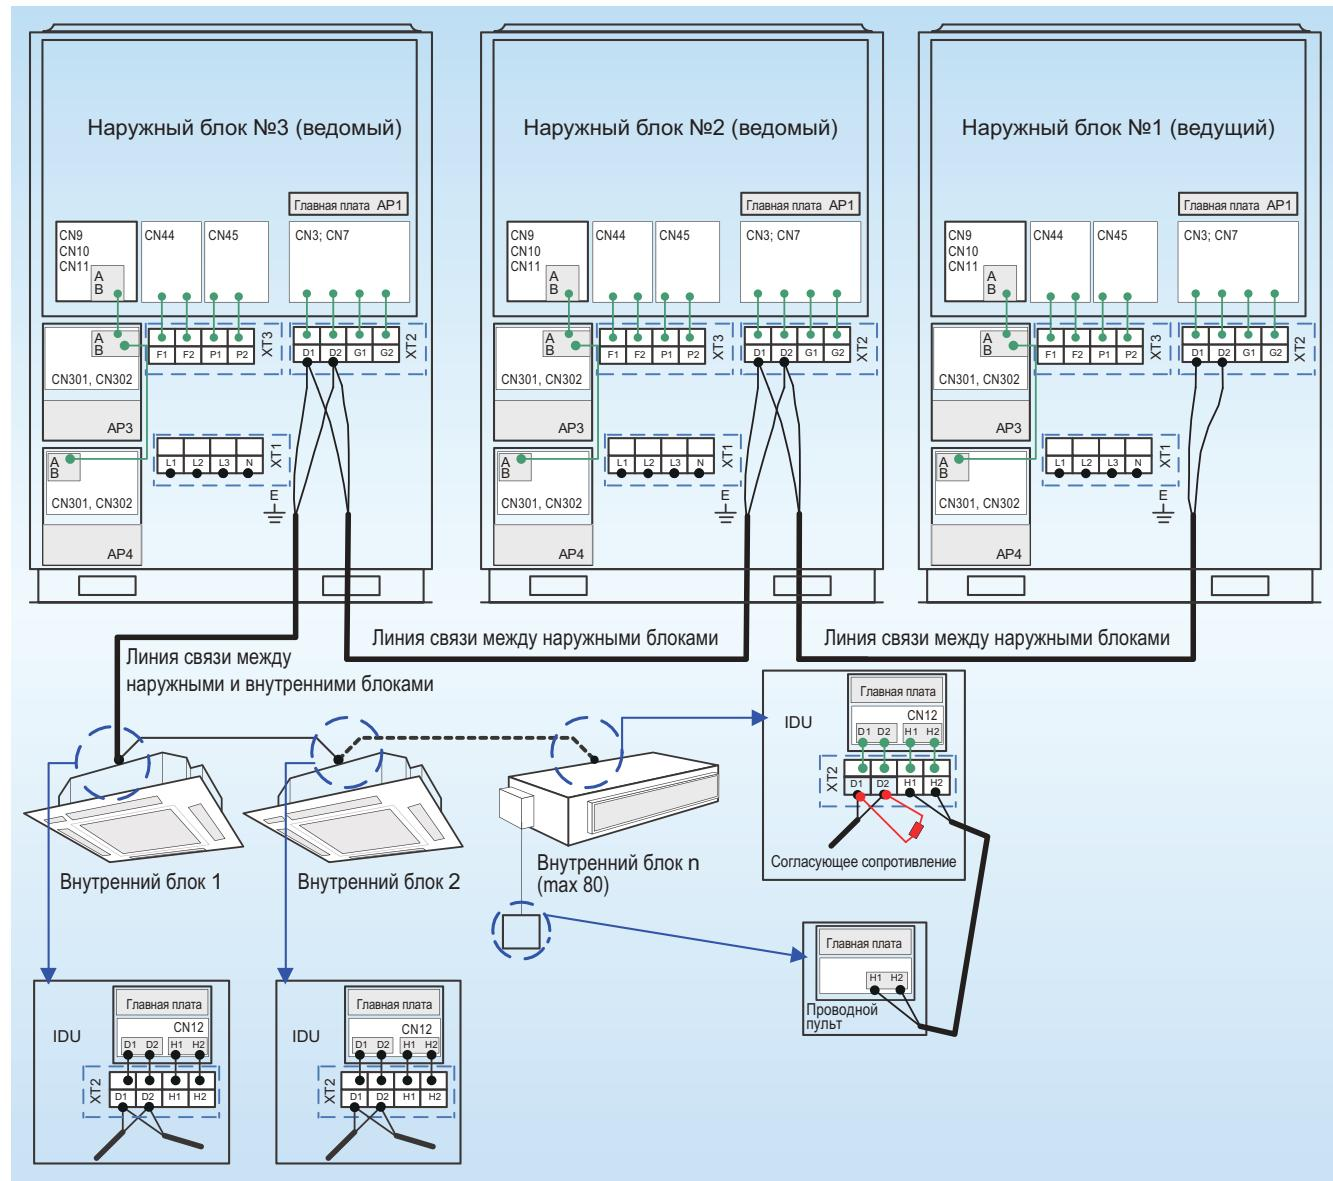

Рис. 8.1.
8.2. Схема коммутации внутренних и наружных блоков системы GREE GMV 5 (рис. 8.1.).